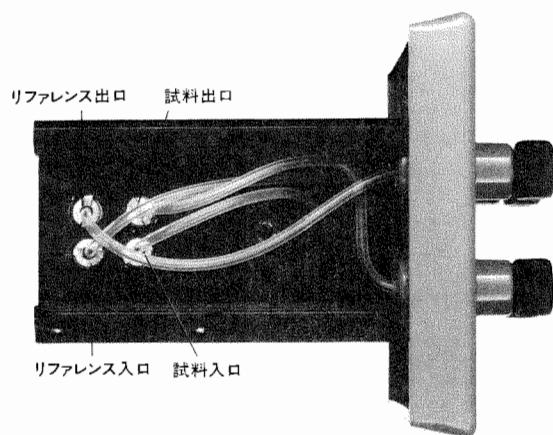

図10. フローセルの内部構造。チューブ接続の様子を示す。
4. セルホルダー上側のねじを緩めて黒いカバーを取りはずす。セルへのチューブ接続は、これで動かせるようになる。元の位置を記録しておく。(図10)。